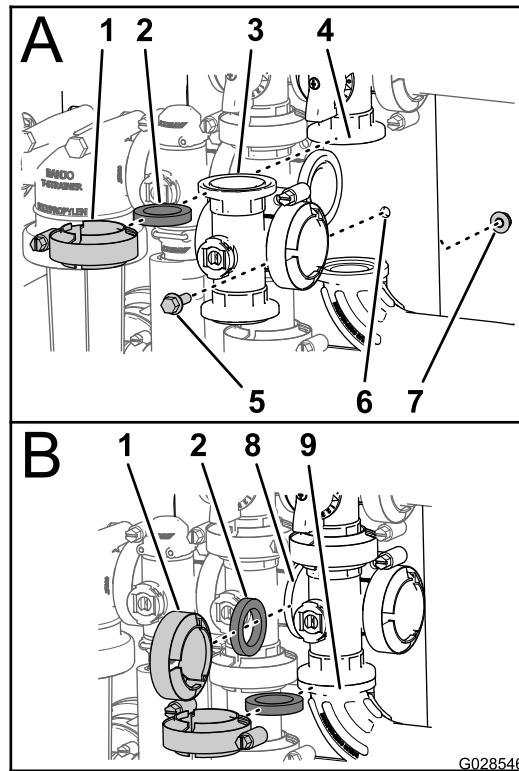

Figura 103
1. Allineate la flangia del collettore della valvola principale delle barre, una guarnizione e la flangia della valvola di bypass principale delle barre (A di Figura 103).
2. Montate il collettore della valvola principale delle barre, la guarnizione e la valvola di bypass principale delle barre con un morsetto serrato manualmente (A di Figura 103)
3. Allineate la flangia del collettore della valvola principale delle barre, una guarnizione e il collettore della valvola dell'agitatore (B di Figura 103).
4. Montate il collettore della valvola principale delle barre, la guarnizione e il collettore della valvola dell'agitatore con un morsetto e serrate manualmente (B di Figura 103).
5. Allineate la flangia del collettore della valvola principale delle barre, una guarnizione e il gomito flangiato a 90° (all'estremità del flessibile del flussometro; fate riferimento a B di Figura 103).
6. Montate il collettore della valvola principale delle barre, la guarnizione e il gomito flangiato a 90° con un morsetto e serrate manualmente (B di Figura 103).